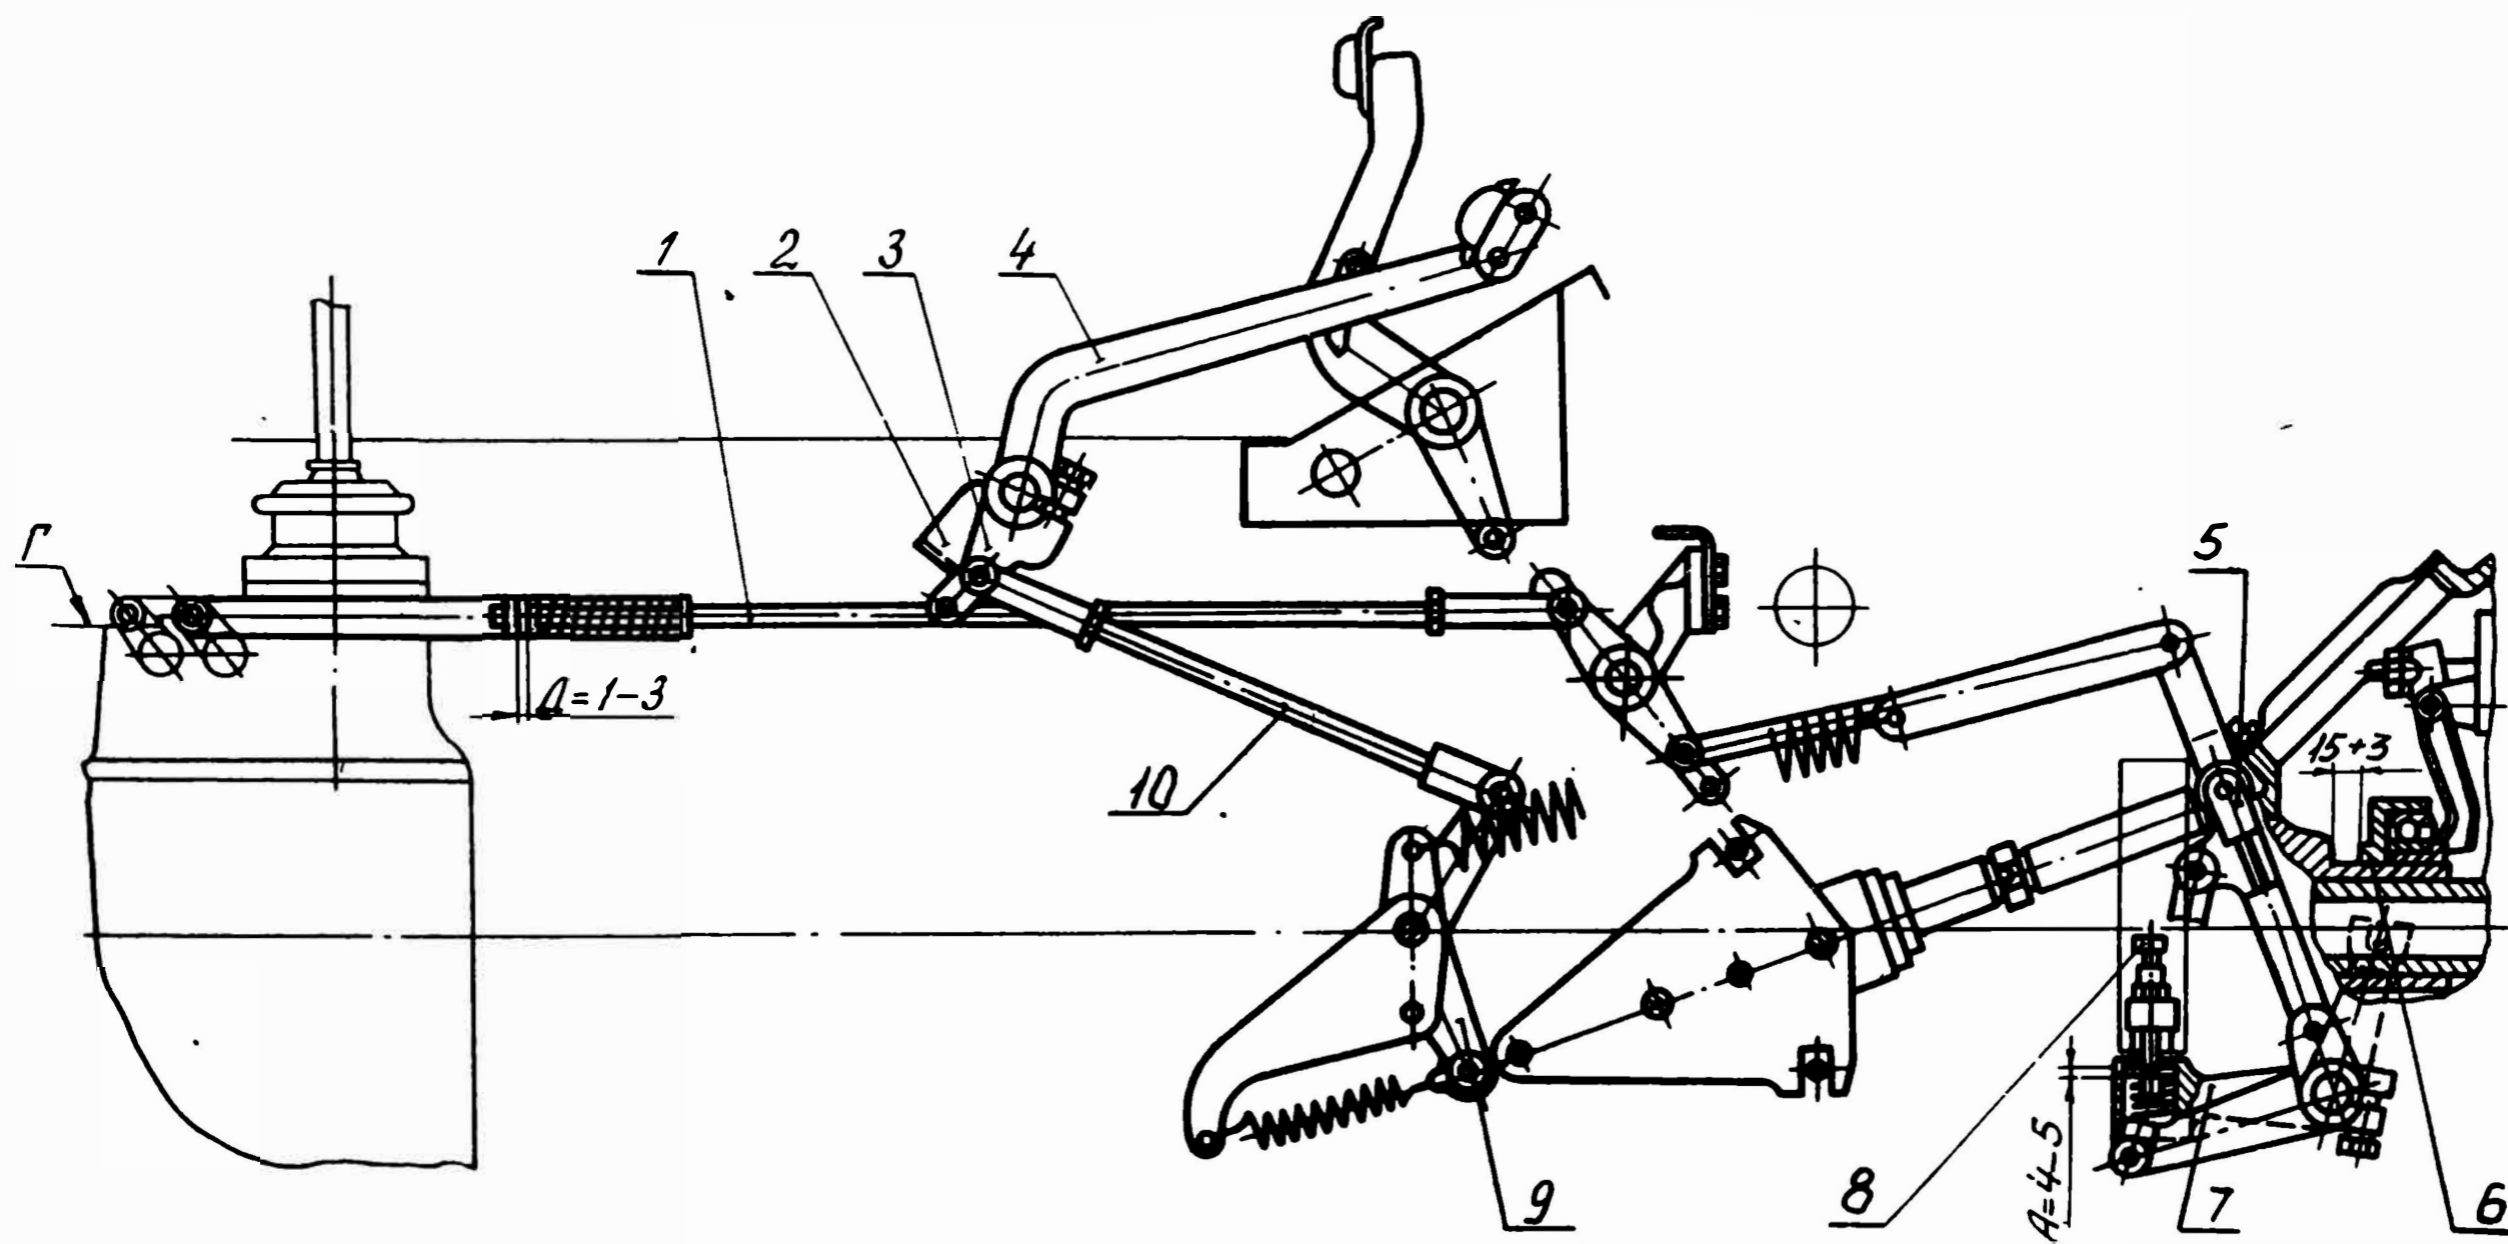

Рис. 90. Регулировка тормозка кардана:
2. Проверьте и при необходимости отрегулируйте тормозок кардана (рис. 90), как указано в п. бд раздела «Механизм управления главной муфтой сцепления».
5. Выдвигая поршень гидроусилителя и воздействуя им на рычаг 5, обеспечьте ход 15^{+3} мм муфты выключения 6 (рис. 90).